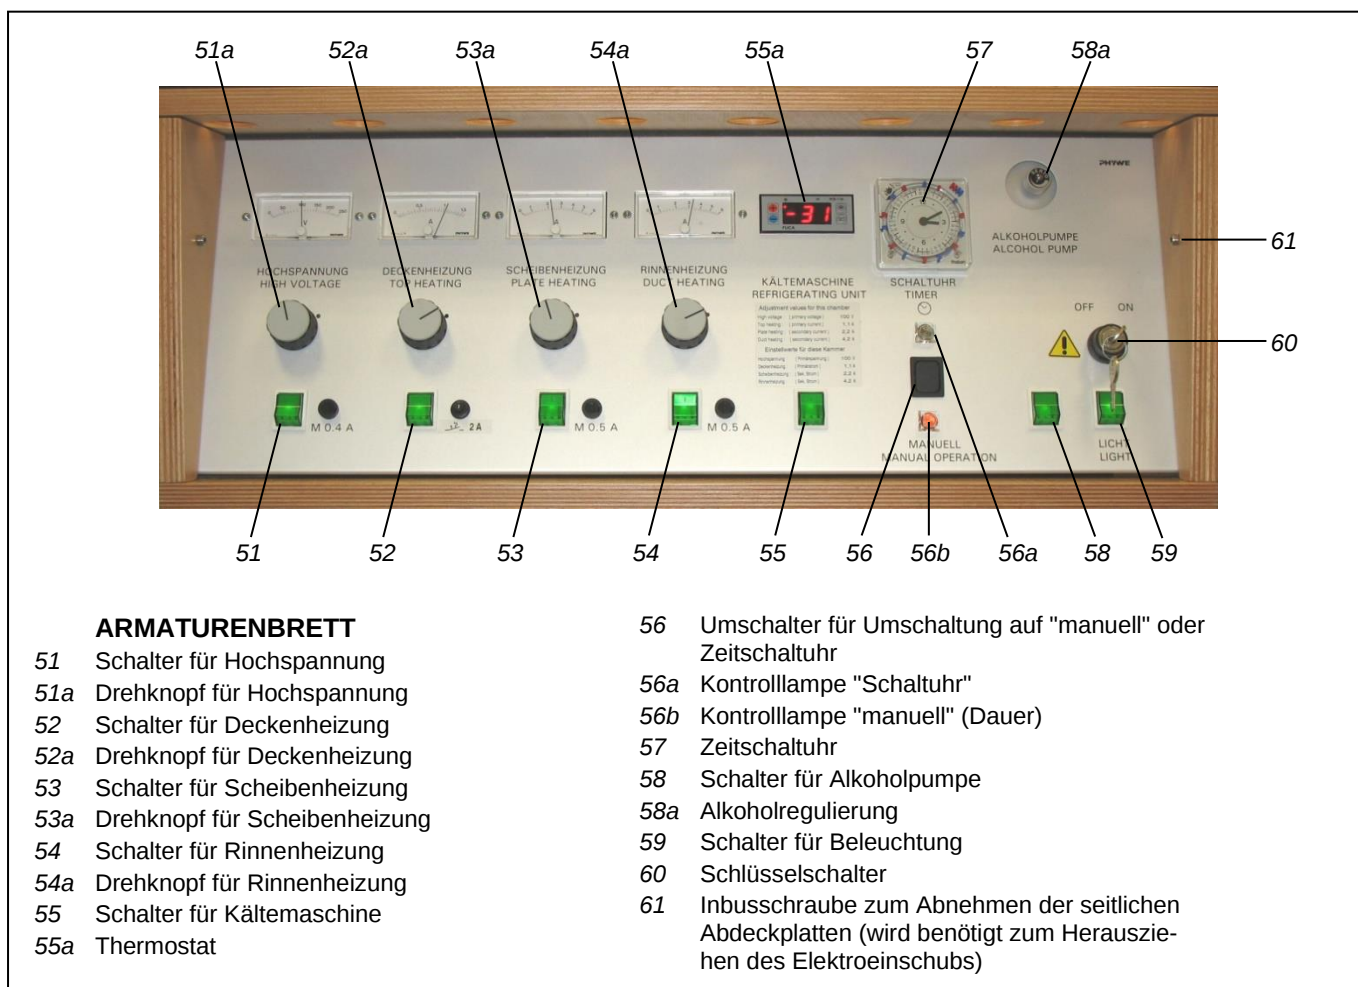

Abb. 5: Armaturenbrett der Großraum-Diffusions-Nebelkammer 09043-93.
3. Alle Wippenschalter (51, 52, 53, 54, 55, 58 und 59) einschalten, siehe Abb. 5.
Schaltuhr (57, Abb. 5) auf die gewünschten Schaltzeichen einstellen (s. beiliegende Bedienungsanleitung des Herstellers der Schaltuhr) und Wippenschalter (56) nach „oben“ schalten. Die Kontrolllampe (Schaltuhr) leuchtet jetzt. Bei Betrieb mit der Schaltuhr muss der Schlüsselschalter immer eingeschaltet bleiben (Schlüssel kann abgezogen werden).
Bei Störungen im Elektrobereich kann das Armaturenbrett (10) etwa 30 cm nach vorn gezogen werden; hierzu ist vorher die Stromzufuhr der Kammer zu unterbrechen (**Netzstecker ziehen**). Danach sind die Inbusschrauben (61, Abb. 5) herauszudrehen und die seitlichen Abdeckplatten abzunehmen.